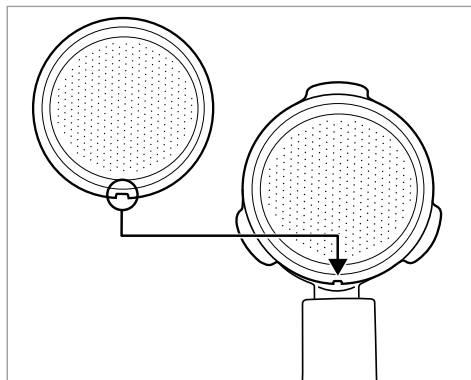

Figure 2
- 1) Remplissez d'eau le réservoir à eau (9).
- 2) Placez le grand filtre (19) ou le petit filtre expresso (20) dans le porte-filtre (18) (voir fig. 2 et 3).